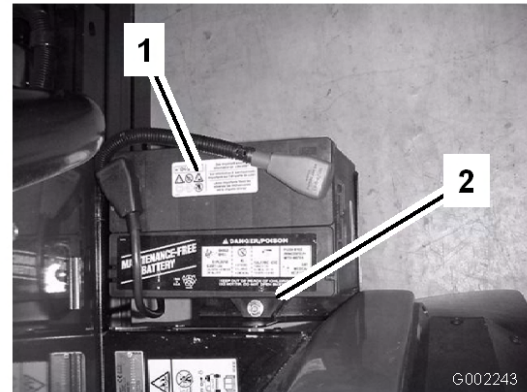

図 46
2. バッテリー・リテーナと固定金具を外す（図 46）。
3. バッテリー押さえを元通りに取り付ける（図 46）。